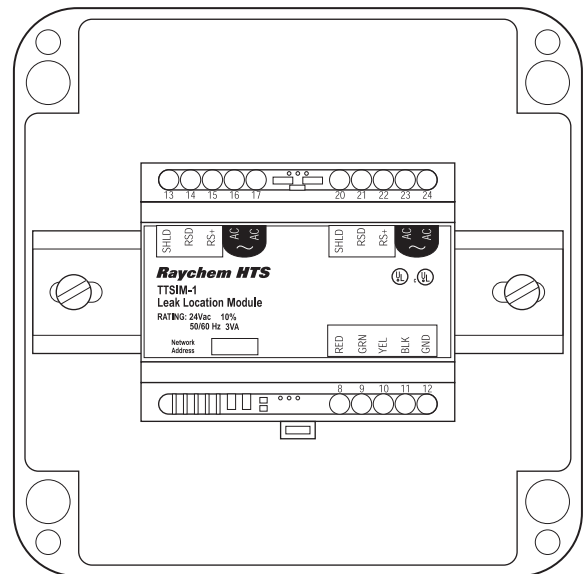

図 2. NEMA4x 筐体
- ・通常、屋外や厳しい環境での施工は JBS に 3 つの穴が必要です。1 つは電源と通信用の入線、1 つは電源と通信用の出線、1 つはセンサのリーダケーブル用です。図 2 を参照してください。